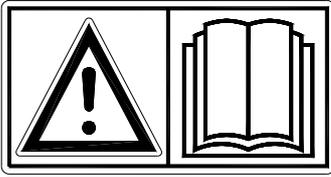

Fig. 1
**Lisez et comprenez** (Fig. 1) le mode d'emploi avant de commencer à utiliser le Verti-Top Walk Behind.